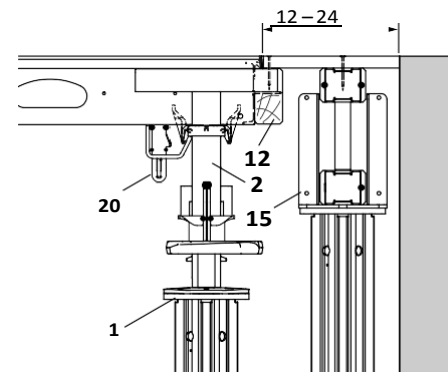

Fig. A5.38
1. Поставете панела SDP (3) над надл. трегер SLT (2) и осигурете с клинова панелна свързка (20).
2. Завийте с винтове гредката SPH (12) или друга гредка на панела.
3. Поставете допълнителна подпора с ръстата глава (15) и основа за шперплат.
4. Монтирайте шперплата (16) и го заковете. (Fig. A5.38)